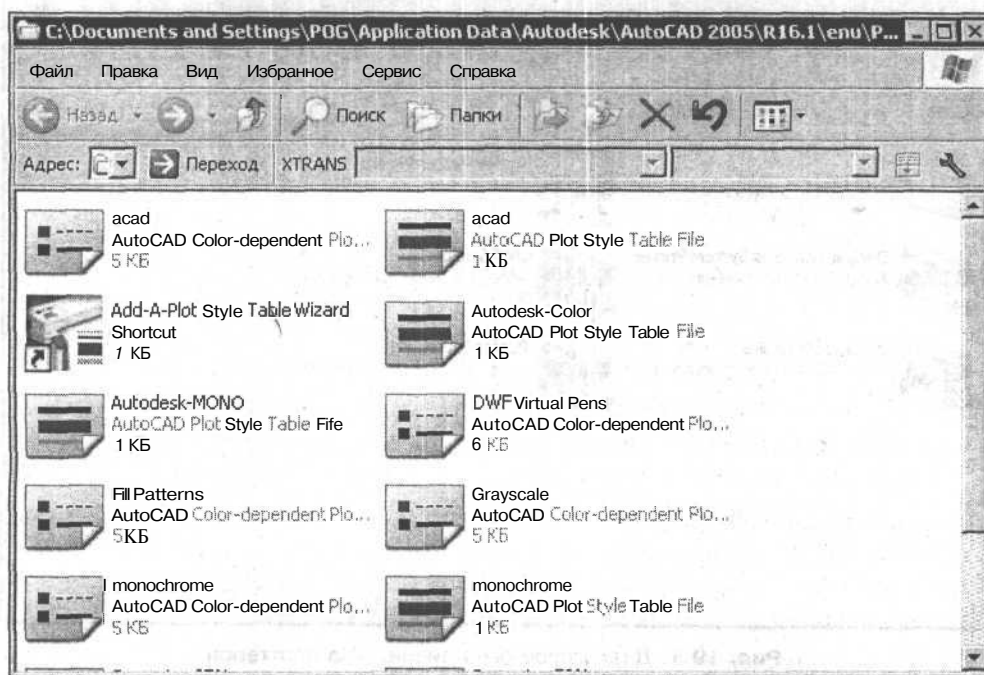

Рис. 19.2. Окно диспетчера стилей печати
Стили печати определяют внешний вид объектов и слоев при выводе их на плоттер. Например, с помощью стилей печати все цветные объекты можно вывести в черном цвете, что обычно и требуется при получении чертежей. Настройки стилей печати хранятся в таблицах стилей печати, их можно просмотреть в окне диспетчера стилей печати, которое вызывается из меню **File | Plot Style Manager** (Файл | Диспетчер стилей печати). Для вызова нужной таблицы следует два раза щелкнуть мышью на пиктограмме соответствующего стиля печати в открывшемся окне диспетчера стилей печати (рис. 19.2).
10. На последней странице Мастера создания стилей печати щелкните мышью на кнопке **Finish** (Готово) для выхода из диалогового окна и сохранения файла с созданной таблицей стилей печати. Пиктограмма созданного файла появится в диспетчере стилей печати (см. рис. 19.2).